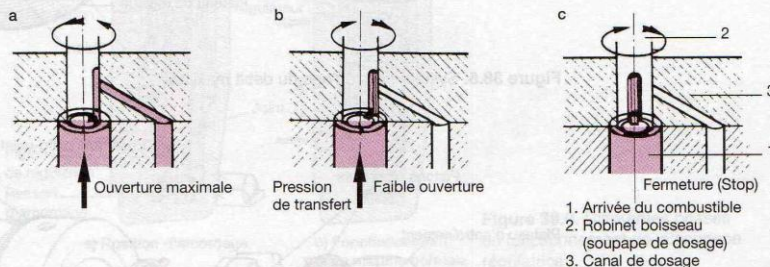

Figure 38.3. Variations des ouvertures du canal de dosage
- le régime du moteur s'élève jusqu'à atteindre le niveau fixé par la tension du ressort de régulation (position d'équilibre), car le régulateur agit sur la « position » de la soupape de dosage et maintient la vitesse à la valeur désirée en faisant varier le volume admis (fig. 38.3).